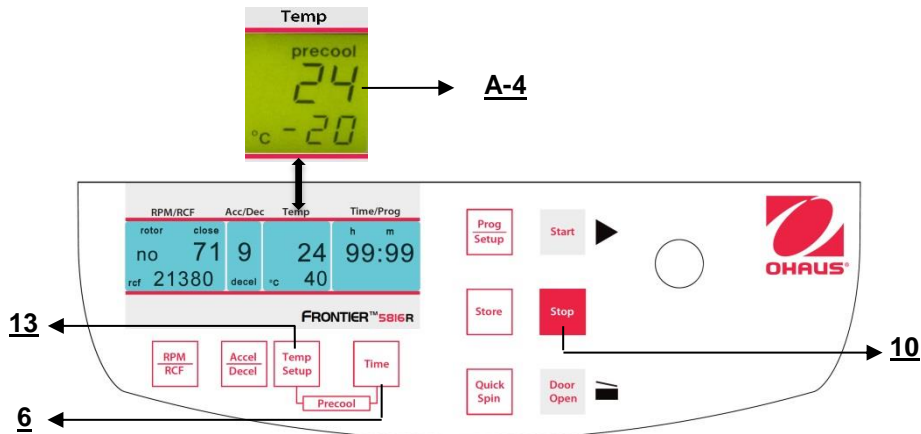

Abbildung. 20
Wenn die Proben temperaturempfindlich sind, ist es sinnvoll, die Zentrifuge, den Rotor und möglicherweise die Behälter auf die gewünschte Arbeitstemperatur vorzukühlen. Fügen Sie daher den gewünschten Rotor ein und stellen Sie die entsprechende Temperatur vorab ein. Durch gleichzeitiges Drücken der Tasten "**Temp/Setup**" (13) (siehe Abbildung 20) und "**Time**" (6) starten Sie den Durchlauf. Während des Betriebs wählt die Einheit automatisch eine Rotationsgeschwindigkeit, die 20% der zulässigen Rotationsgeschwindigkeit des entsprechenden Rotors entspricht. Nachdem die Vorstarttemperatur erreicht ist, können Sie den Vorkühldurchlauf mit der "**Stop**"-Taste (10) verlassen.